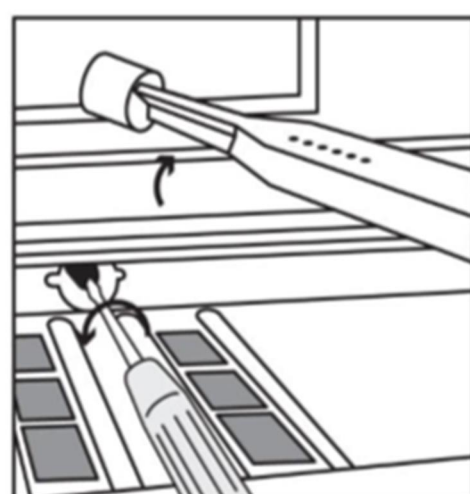

Рис. 11
- специальным торцевым ключом для жиклеров или 7 мм торцевым ключом (рис. 11) отвинтите жиклер горелки духовки и замените его подходящим для нового типа газа (см. «Таблица выбора форсунки»). Будьте внимательны, чтобы не повредить провода свечи розжига и термопары.